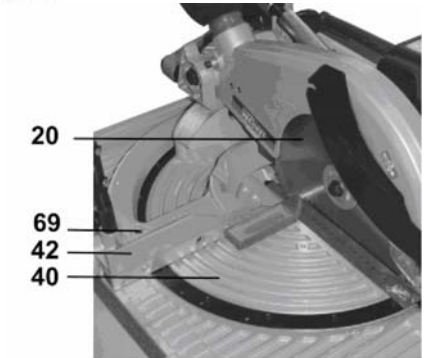

Рис.12
12.8. Регулировка нижнего положения пильного диска (Рис. 12, 14)